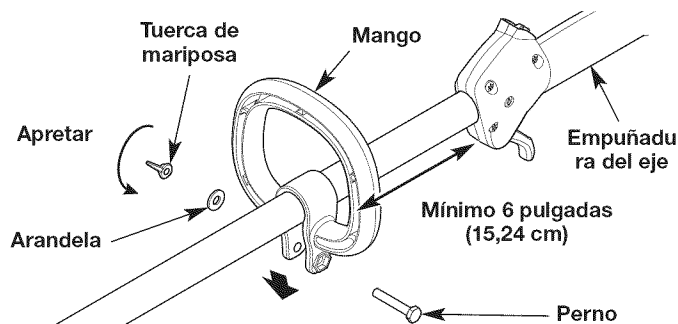

Fig. 3
1. Empuje el mango hacia abajo hasta el cuerpo del eje (Fig. 3). El orificio del perno hexagonal de la manija deberá quedar a la izquierda.
2. Inserte el perno en el orificio hexagonal y empújelo a través (Fig. 3). Coloque la arandela en el perno. Enrosque la tuerca de mariposa en el perno, pero no la apriete por completo.
3. Sin dejar de sujetar la unidad en posición de operación (Fig. 7), mueva el mango hasta el lugar que le dé el mejor agarre. Colóquelo a una distancia mínima de 6 pulgadas (15.24 cm) de la base de la empuñadura del eje (Fig. 3).
1. Afloje la tuerca de mariposa (Fig. 3).
2. Sin dejar de sujetar la unidad en posición de operación, mueva el mango hasta el lugar que le dé el mejor agarre. Colóquelo a una distancia mínima de 6 pulgadas (15.24 cm) de la base de la empuñadura del eje (Fig. 3).